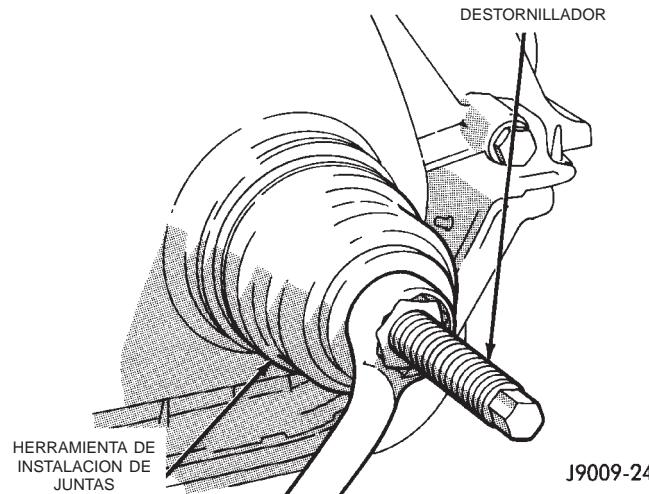

Fig. 60 Instalación de la junta de aceite de la tapa del cárter de la distribución
- (1) Emplace la junta de aceite de recambio en el alineador de tapa del cárter de la distribución e instalador de juntas 6139 con el extremo abierto de la junta mirando hacia adentro. Aplique una película delgada de Perfect Seal, o equivalente, sobre el diámetro exterior de la junta. Revista ligeramente el cigüeñal con aceite de motor.
- (2) Emplace la herramienta y la junta sobre el extremo del cigüeñal e inserte un destornillador dentro del instalador de juntas 6139 (Fig. 60). Apriete la tuerca hacia la herramienta hasta que contacte con la tapa.